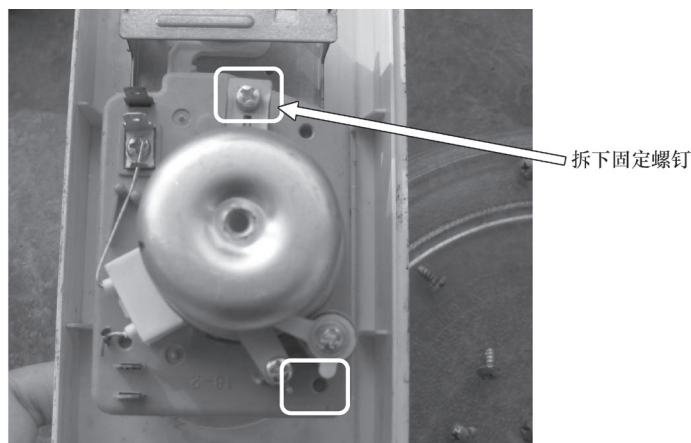

图 7-10 将固定定时器的螺钉拆下
3) 拆下固定定时器的螺钉，取出定时器，如图 7-10 所示。
经检查定时器连线正常，调节定时器上的三颗固定螺钉，如图 7-10 所述。定时器在任何角度都能旋转自如，但不能返回零位，检查发现定时器电动机线圈已短路。